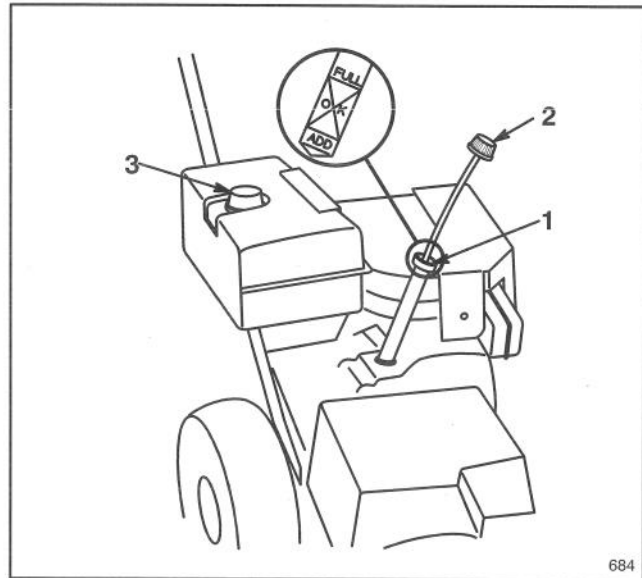

Figure 13
3. Enlevez le bouchon qui ferme le trou de remplissage du carter (Fig. 13).
1. Nettoyez autour du bouchon (Fig. 13). Retirez le bouchon du réservoir de carburant et remplissez le réservoir jusqu'à à 6 à 13 mm (1/4 à 1/2 po.) du haut du réservoir, non pas du tube de remplissage, de façon à permettre l'expansion du carburant. Ne remplissez pas le réservoir à fond. Remettez le bouchon du réservoir d'essence.